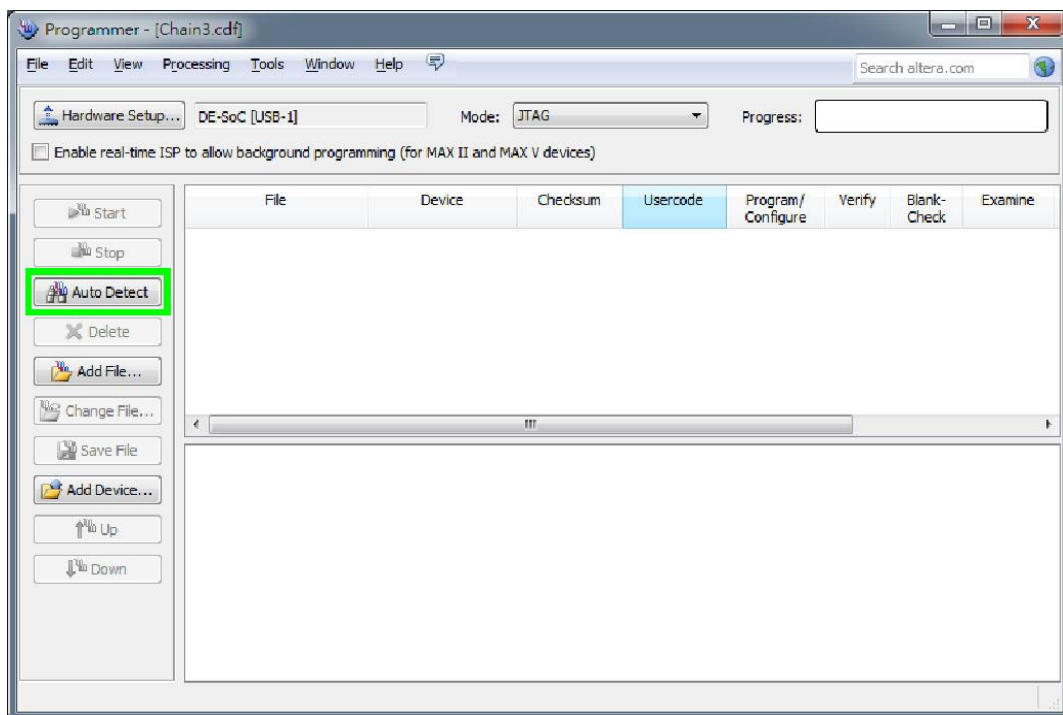

图 3-3 JTAG 模式检测 FPGA 器件
1. 打开 Quartus Prime Programmer 工具，并点击 Auto Detect，如图 3-3 的绿色方框所示。